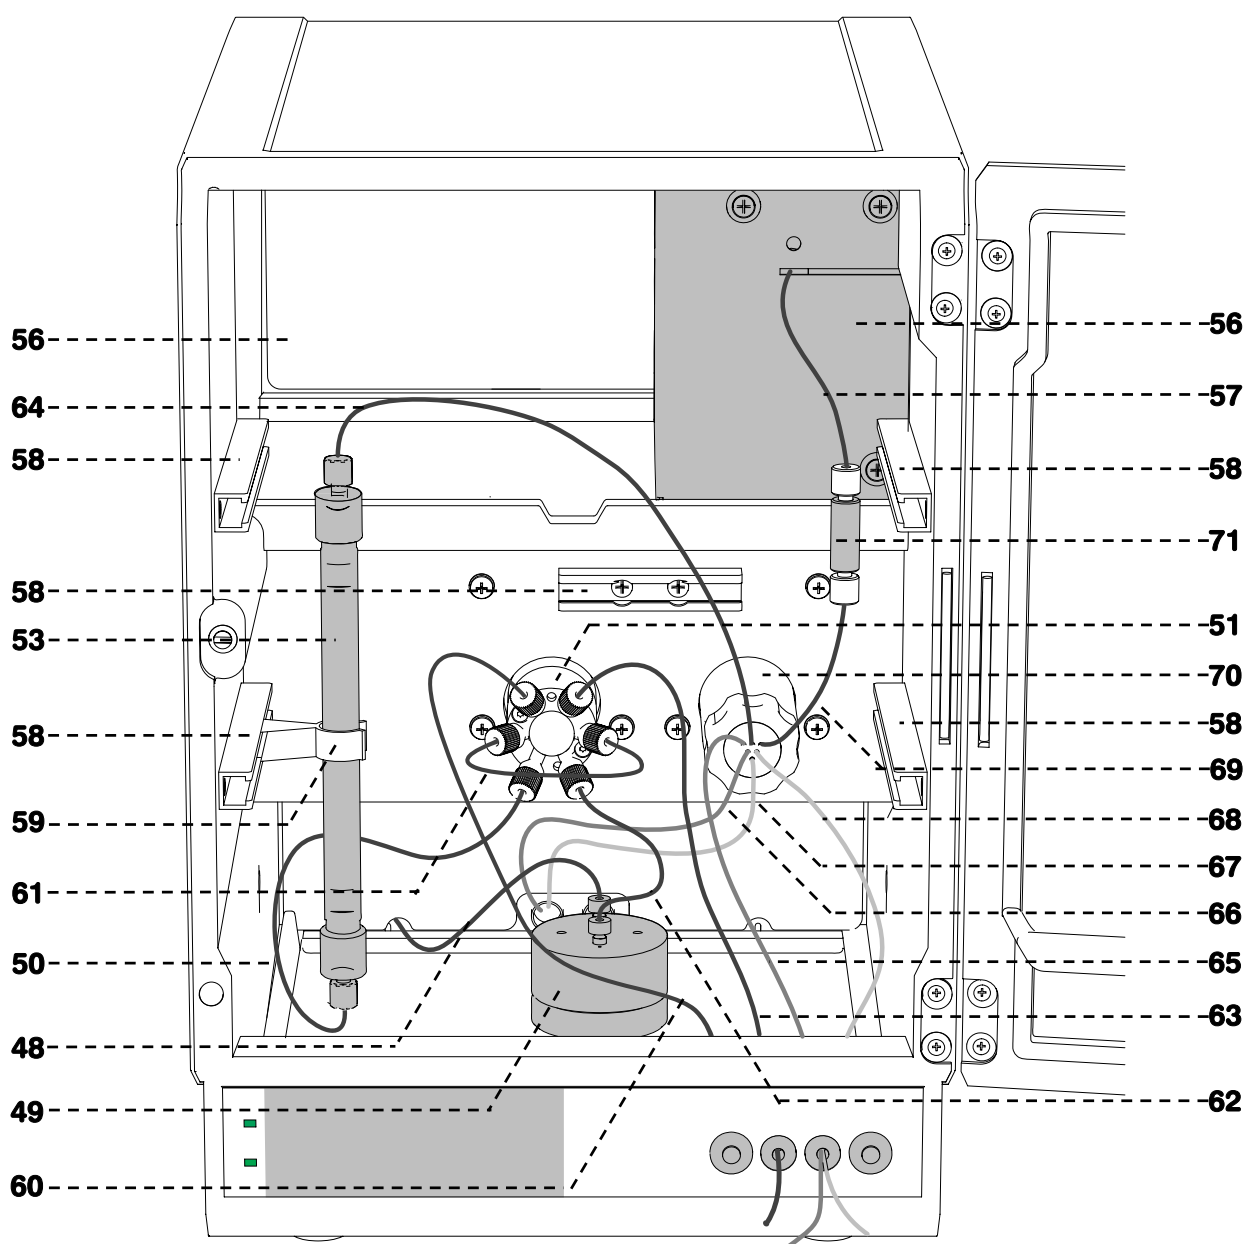
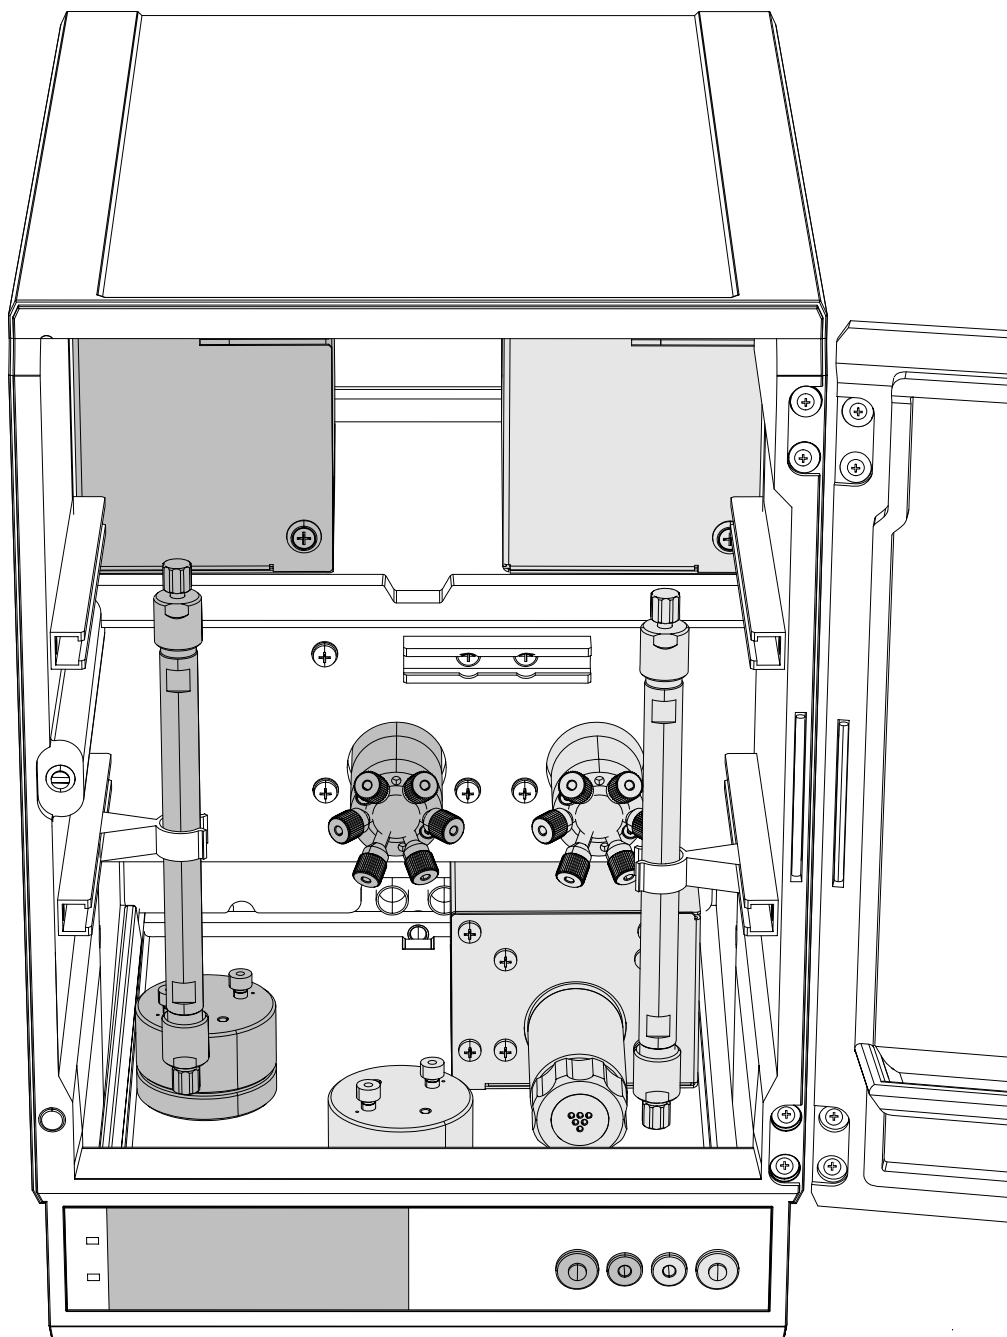

Abb. 23: Innenraum des Separation Center 2.820.0330
Abb. 25: Innenraum des Separation Center 2.820.0320 mit Suppressormodul
Die Suppressoreinheiten dürfen nie in derselben Flussrichtung mit H_2SO_4 regeneriert werden, in welcher der Eluent gefördert wurde. Montieren Sie deshalb die Ein- und Auslasskapillaren immer gemäss Kap. 2.9.7 nach dem in Abb. 23 abgebildeten Schema.
Die drei auf dem Suppressormodul mit 1...3 nummerierten Ein- und Ausgänge der Suppressoreinheiten besitzen je 2 fest montierte PTFE-Kapillaren, die gemäss Kap. 2.9.7 angeschlossen werden müssen (siehe Abb. 23 und Abb. 24).
Beim Einkanalssystem mit Suppressormodul wird zuerst die IC-Trennsäule im IC Separation Center 820.0X30 montiert (siehe Abb. 23), anschliessend wird das Suppressormodul an der für den Betrieb notwendigen IC Liquid Handling Pump Unit 833 angeschlossen (siehe Abb. 24). Gehen Sie dazu wie folgt vor:
- Die mit "H₂SO₄" bezeichnete Einlasskapillare **65** (siehe Abb. 23 und Abb. 24) durch eine der Anschlussöffnungen **14** nach aussen führen.
- Die mit "H₂O" bezeichnete Einlasskapillare **68** (siehe *Abb. 23* und *Abb. 24*) durch eine der Anschlussöffnungen **14** nach aussen führen.
Um ein Zweikanal-Separation Center mit chemischer Suppression zu betreiben wird zusätzlich die IC Liquid Handling Suppressor Unit 2.833.0020 benötigt. Das Suppressormodul 1.753.0100 der IC Liquid Handling Suppressor Unit 833 wird hierfür auf dem Boden des Innenraums des Separation Centers platziert (siehe Abb. 25).
Beim Zweikanalsystem mit Suppressormodul wird die erste IC-Trennsäule wie beim Einkanalsystem auf der linken Seite an Injektionsventil A und Detektorblock A angeschlossen (analog zu Kap. 2.9.5, Abb. 21). Die Elemente dieses Kanals sind in Abb. 25 dunkelgrau dargestellt.
Die zweite Säule wird analog zu dem Einkanalsystem mit Suppressormodul (siehe Kap. 2.9.7 und Abb. 23) auf der rechten Seite an Injektionsventil B und Detektorblock B angeschlossen. Zur Installation der IC Liquid Handling Suppressor Unit 833 siehe die *Gebrauchsanweisung* 833, der Anschluss an das Separation Center 2.820.0X20 ist dort detailliert in Kap. 5 beschrieben. Die Elemente dieses Kanals sind in Abb. 25 hellgrau dargestellt.